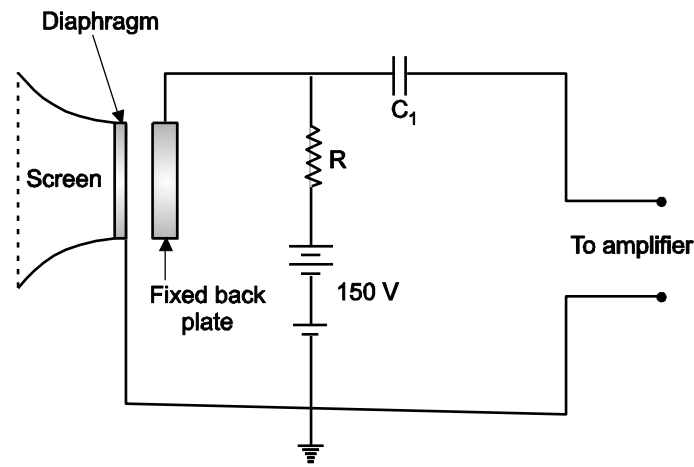

Figure no 1.6: Electrical circuit of a condenser microphone
- चार्जिंग आणि डिस्चार्जिंग करंट (current) रेझिस्टन्स (resistance) R मधून वाहतात आणि हे ऑसिलिटरी करंट ऑसिलिटरी व्होल्टेज तयार करतात जे Figure no 1.6 मध्ये दर्शविल्याप्रमाणे ऑडिओ अॅम्प्लिफायरच्या इनपुटवर लागू केले जातात.